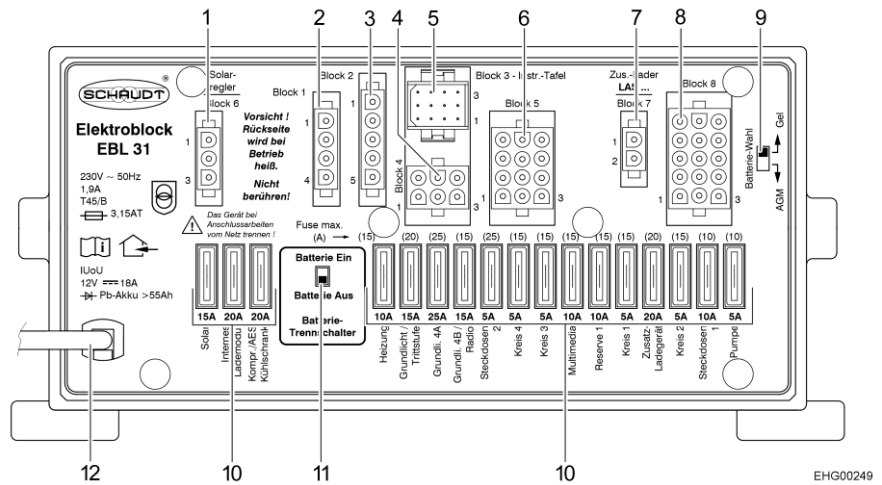

Bild 41 El-block (EBL 31)
- ▷ Förbrukare som laddare, laddningsregulator för solpanel, panel och liknande förbrukar ström från batteriet, även då huvudbrytaren 12 V på panelen (Bild 42,6) är fränkopplad. Därför bör du ställa batteri-brytaren (Bild 41,11) på el-blocket på "Batterie Aus" (batteri från) om fordonet inte ska användas under en längre tid.